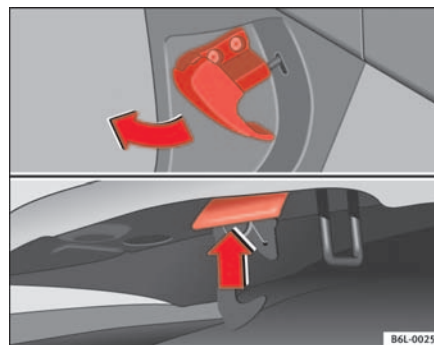

Fig. 120 Gâchette d'ouverture du capot moteur.
- Tirez sur le levier qui se trouve sous le combiné d'instruments ⇒ **fig. 120** dans le sens indiqué par la flèche. Le capot se débloquent grâce à l'action du ressort ⇒ **⚠**.